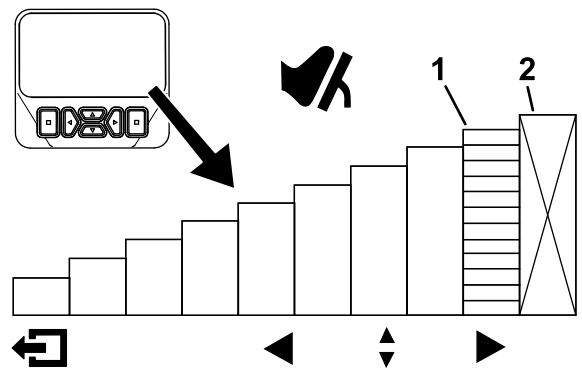
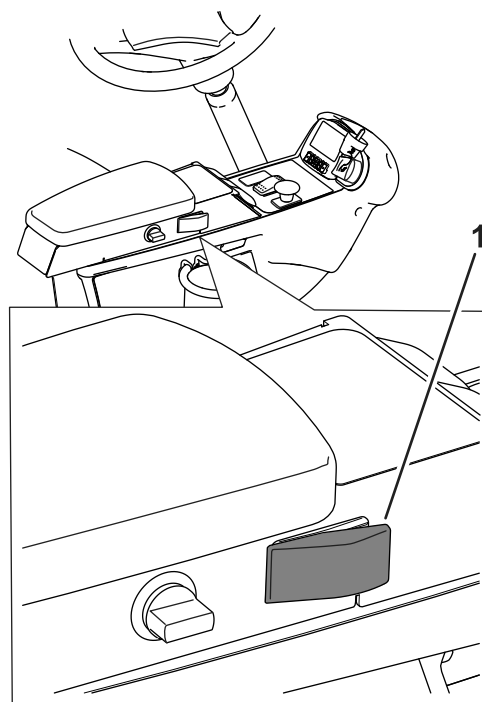
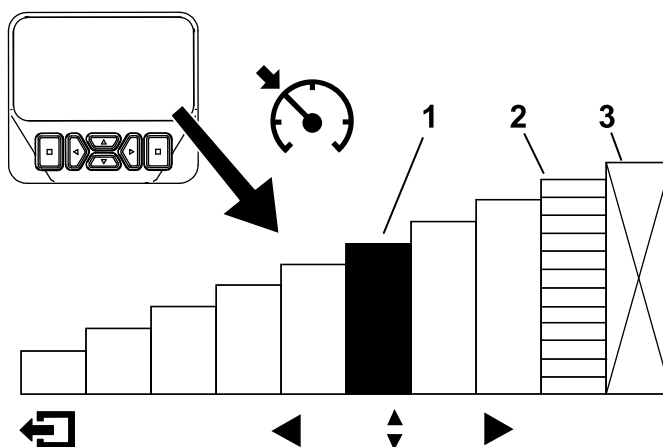

Figura 31
Figura 33
Figura 34
Pentru a accesa această funcție, selectați butonul de navigare sus sau jos al InfoCenter din meniul principal (Figura 31).
După ce este activat comutatorul pentru regulatorul de viteză și este setată viteza (Figura 33), utilizați InfoCenter pentru a seta viteza regulatorului de viteză (Figura 31 și Figura 34).
1. Activați comutatorul pentru regulatorul de viteză de pe consolă (Figura 33).
2. Utilizați afișajul InfoCenter pentru a regla setarea de viteză a regulatorului de viteză (Figura 34).